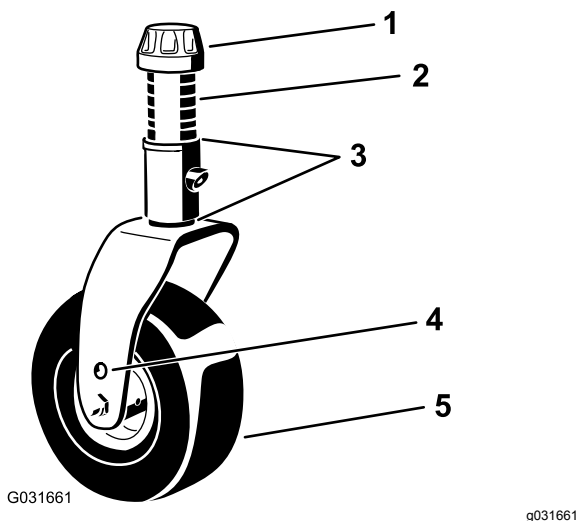
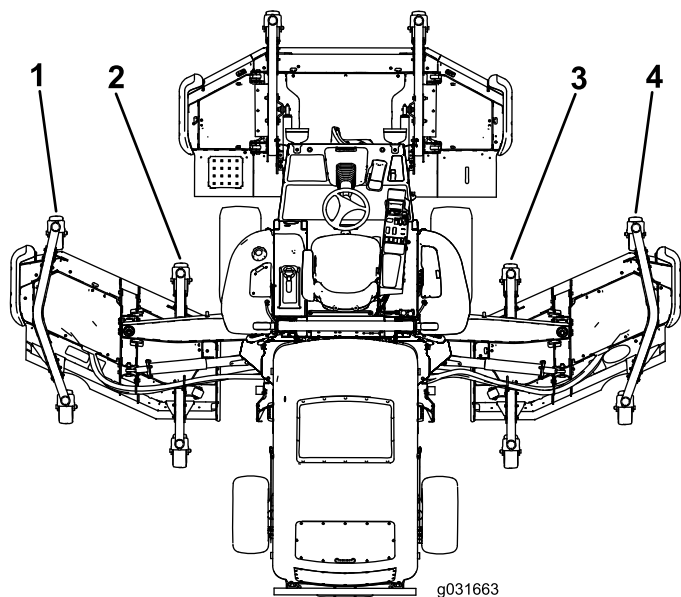

Figura 28
Figura 29
5. Se il bordo interno dell'apparato di taglio laterale è troppo alto rispetto al bordo esterno dell'apparato di taglio anteriore, togliete uno spessore dalla base del braccio della ruota orientabile anteriore interna dell'apparato di taglio laterale (Figura 28 e Figura 29).
6. Se il bordo interno è ancora troppo alto, togliete un altro spessore dalla base del braccio della ruota orientabile anteriore interna dell'apparato di taglio laterale e uno spessore dal braccio della ruota orientabile anteriore esterna dell'apparato di taglio laterale (Figura 28 e Figura 29).
7. Se il bordo interno dell'apparato di taglio laterale è troppo basso rispetto al bordo esterno dell'apparato di taglio anteriore, aggiungete uno spessore (3 mm) alla base del braccio della ruota orientabile anteriore interna dell'apparato di taglio laterale (Figura 28 e Figura 29).